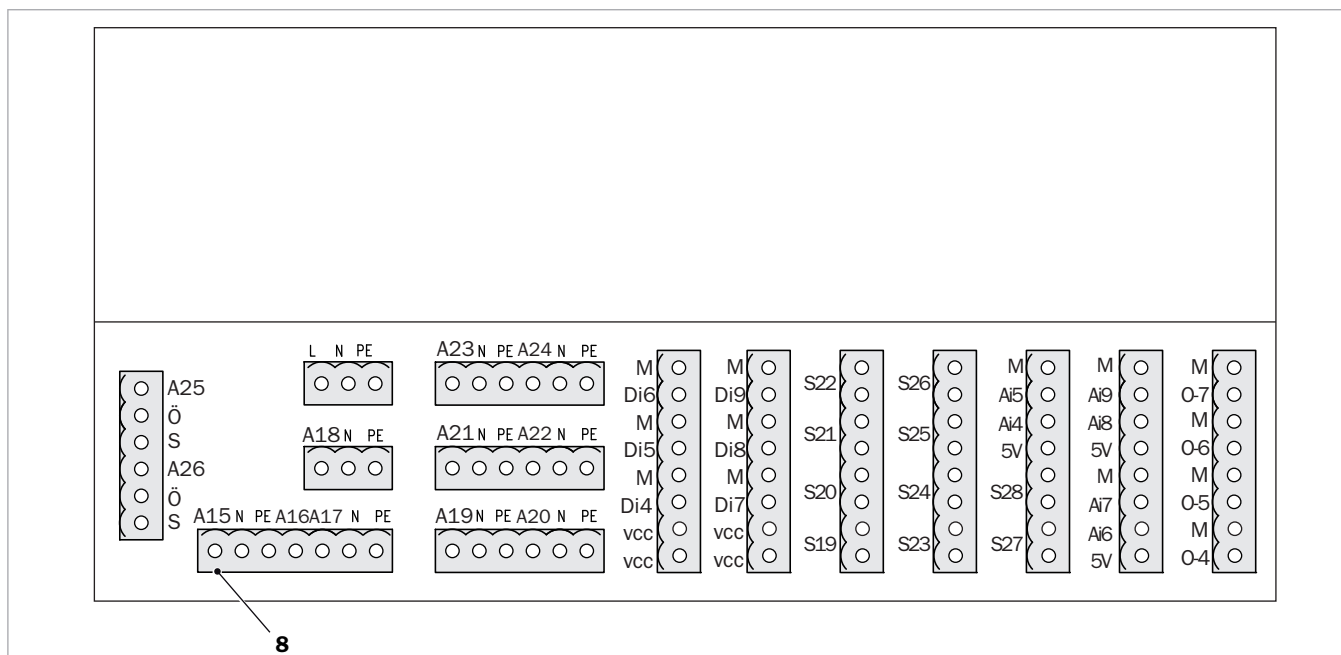

Fig. 21: Platina adicional
3. Saque los conectores de las bombas de (2 - 7) del módulo de red, así como (8) de la platina adicional ( → fig. 21) y conéctelos en (2 - 8) del árbol de cables para casos de emergencia.